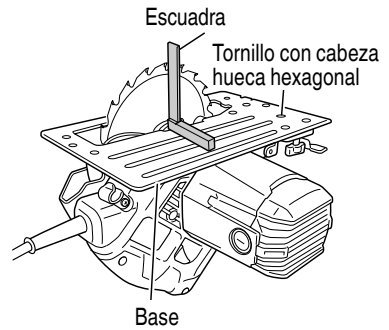

Fig. 19
- (1) Gire la cara de la base hacia arriba (Fig.19), y afloje la palanca (A).
- (2) Aplique una escuadra a la base y la cuchilla de la sierra y, girando el tornillo con cabeza hueca hexagonal con una llave de barra hexagonal, desplace la posición de la base hasta conseguir el ángulo recto deseado.